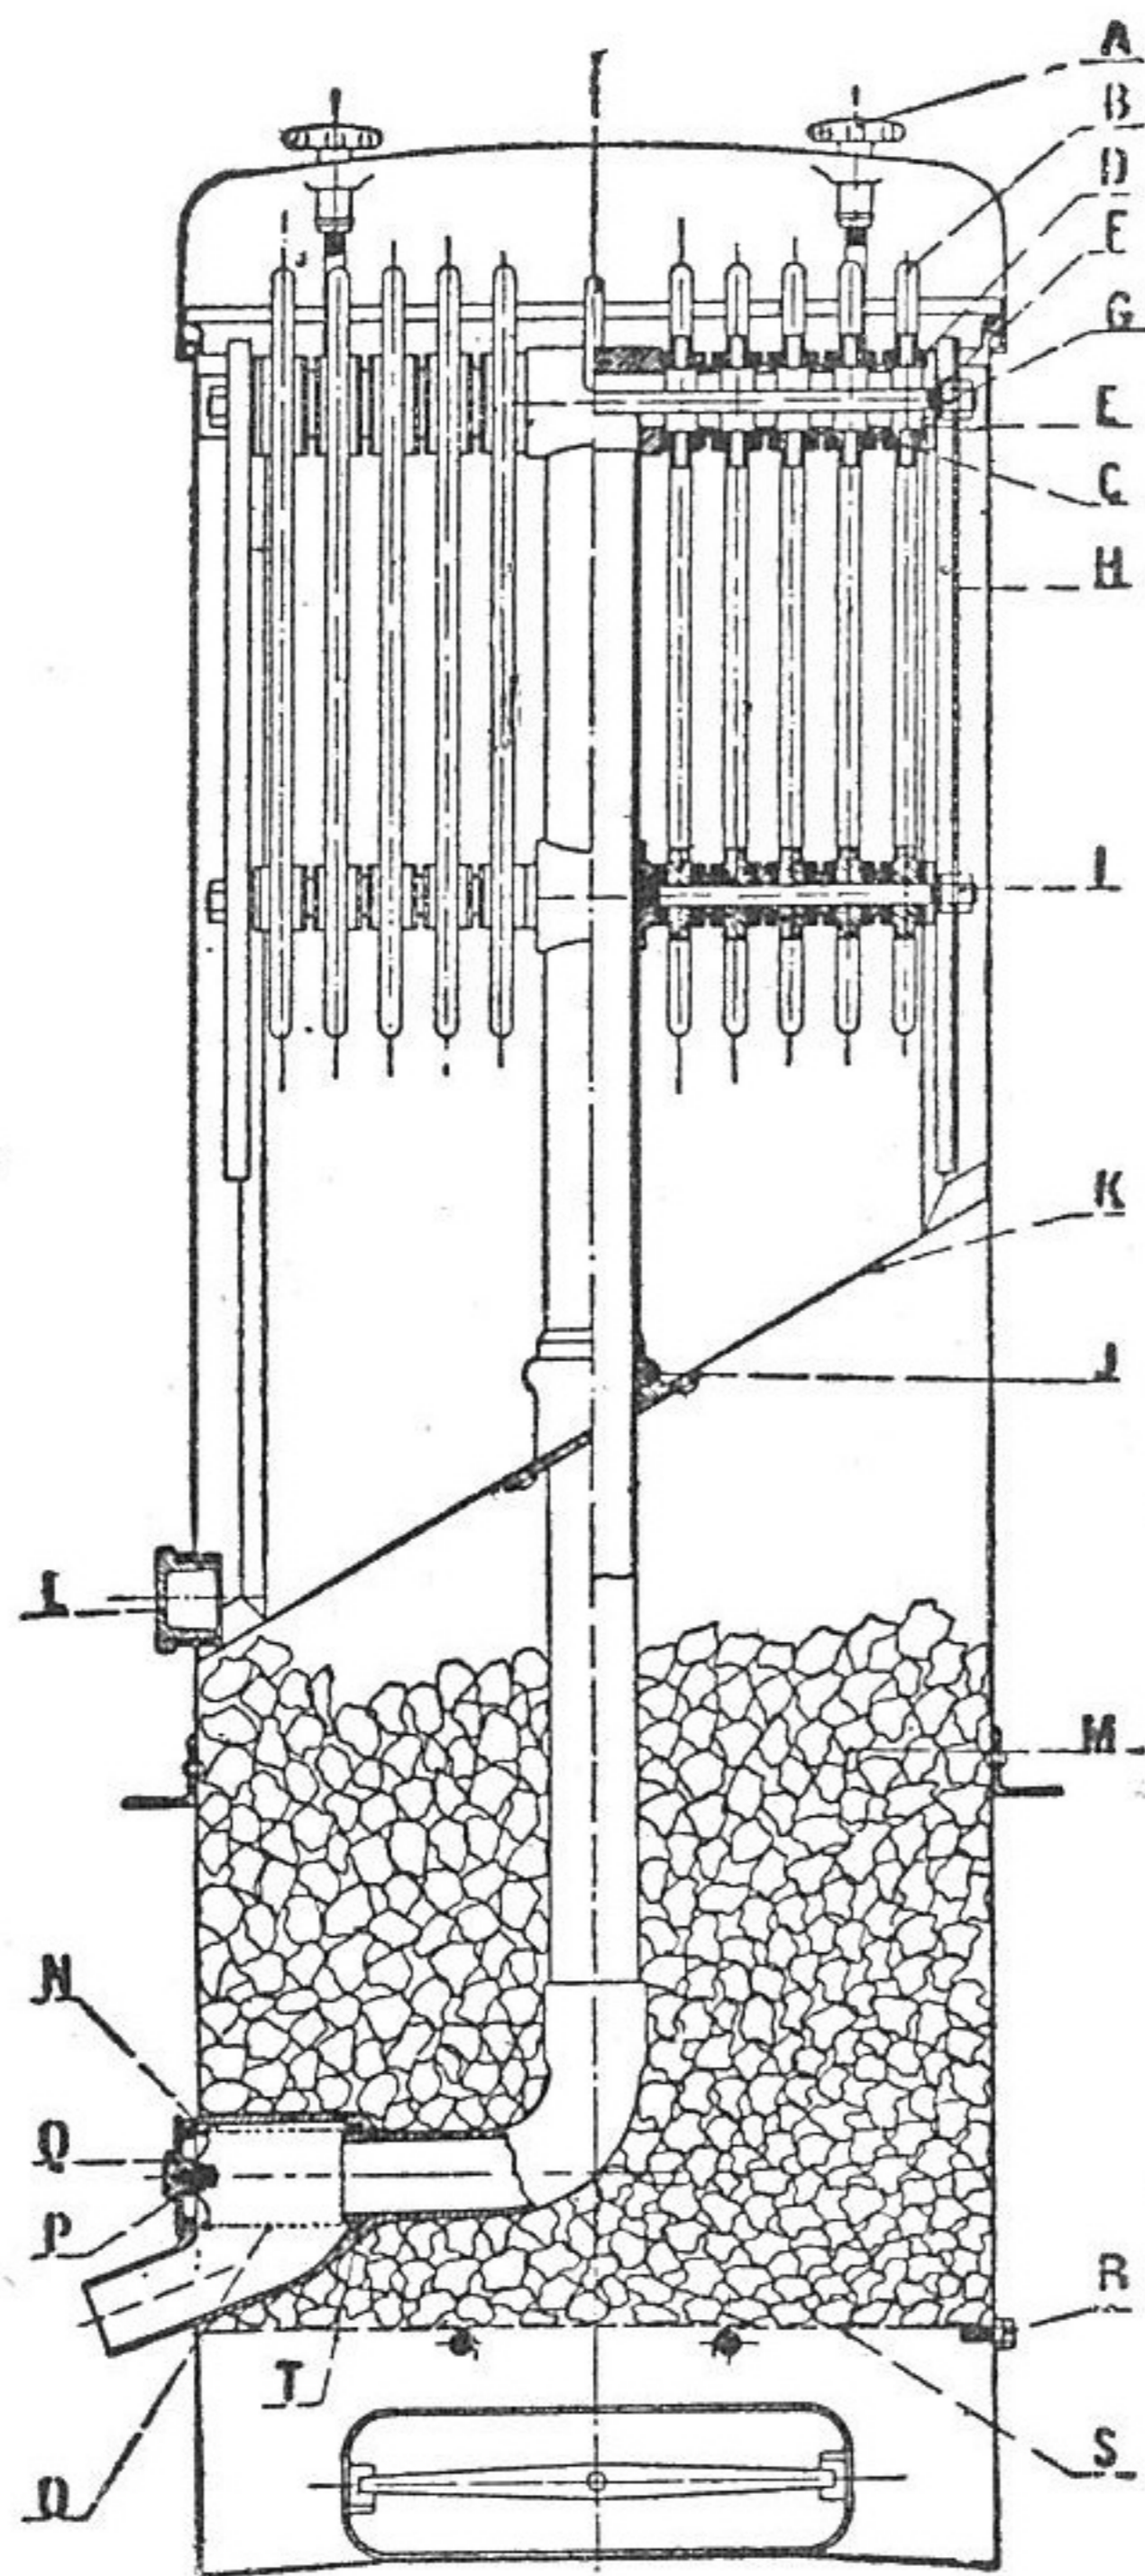

FIG. 22. — Gazogène Panhard. — Epurateur.
a) D'un mauvais serrage des filtres-toiles; sortir le filtre, enlever les cornières de guidage H (l'écrou extérieur I, fig. 22, n'est qu'un contre-écrou) et resserrer les écrous G;
b) D'un joint de pied de filtre J (fig. 22) en mauvais état; ce joint est constitué par deux ou trois rondelles de feutre de 10 mm. d'épaisseur, enduites légèrement de graisse Belleville ;
a) Le coke n'a pas à être nettoyé et surtout pas lavé ; son niveau ne doit pas dépasser le point le plus bas du plan incliné K (fig. 22) ; si le coke s'est tassé, on peut en ajouter; le coke ne doit pas être trop fin, car il arrêterait trop de poussières, ne laissant passer que les plus fines et celles-ci formeraient sur les filtres une couche imperméable ;
Tant que la manette d'air ne descend pas au-dessous de la division 3 en marche normale, il suffit, chaque mois, de retirer les poussières, par le bouchon L de l'épurateur (fig. 22), mais si la manette doit être à une division inférieure, vérifier d'abord le filtre de sécurité puis nettoyer le filtre-toile. Si cela ne suffit pas, il faut songer à une prise d'air (Voir § 61).
Au début de la mise en service, il est bon de vérifier le serrage des éléments car les rondelles, en se tassant, peuvent livrer passage à des poussières qui obstruent le filtre de sécurité; pour cela, sortir le filtre, dévisser les contre-écrous I (fig. 22), sortir les cornières H et serrer les écrous G.
Avant de remettre le filtre en place, enduire les rondelles J (fig. 22) de graisse Belleville.
7° *Le filtre de sécurité se bouche fréquemment* : les toiles sont en mauvais état, ou bien la rondelle qui forme le joint du pied de filtre (J, fig. 22) est mal remise ou mauvaise.